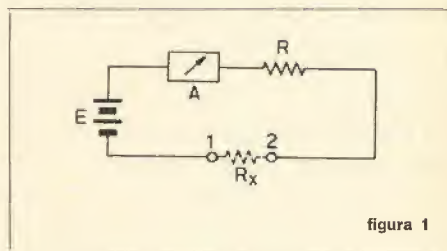

figura 1
- uno strumento (A), capace d'indicare la corrente che scorre nel circuito costituito come in figura 1;